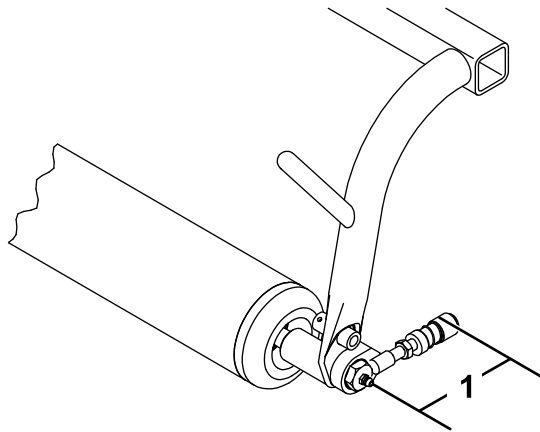

图5
- 调整球窝接头接收器，使润滑脂螺丝与球窝接头接收器开口之间的距离为 9.1cm，然后拧紧锁紧螺母以将其固定到位（图5）。